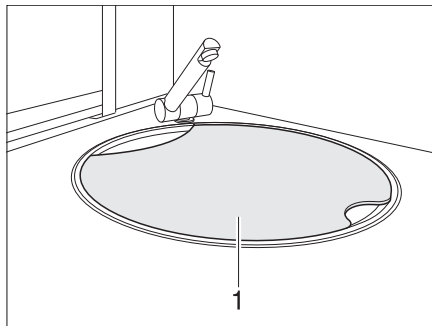

Fig. 10 Coperchio del lavello
- ▶ In caso d'incidente o di frenata d'emergenza, il coperchio del lavello (Fig. 10,1) può ferire i passeggeri del veicolo. Prima della partenza togliere il coperchio del lavello e stivarlo in modo sicuro nel blocco cucina o nell'armadio guardaroba.